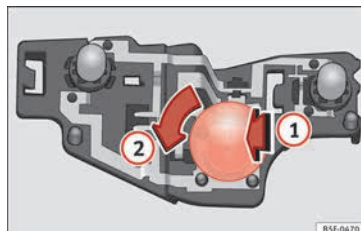

Fig. 120 Ubicación de las lámparas de incandescencia en el portalámparas.
- Presione la lámpara defectuosa ligeramente hacia el portalámparas » fig. 120 **1**, gírela a continuación hacia la izquierda **2** y extráigala.